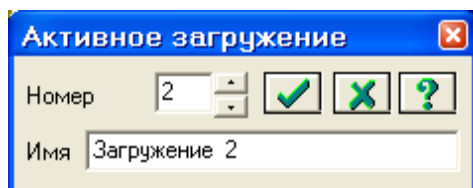

Рис.4.18. Диалоговое окно **Активное загрузие**
- Смените номер загрузки, вызвав диалоговое окно **Активное нагружение** (рис.4.18) с помощью меню